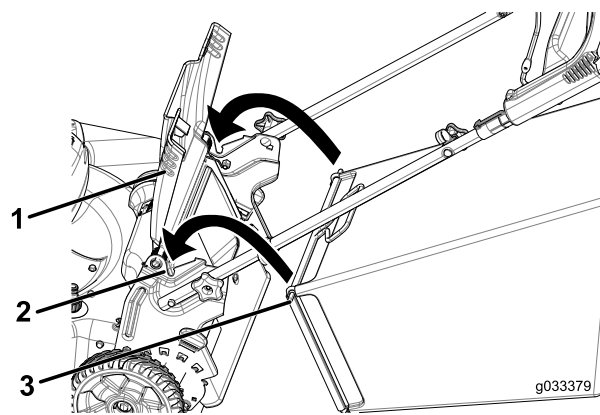

Рисунок 22
1. Поднимите и удерживайте задний отражатель (Рисунок 22).
2. Установите мешок для сбора скошенной травы и убедитесь в том, что стержни мешка вошли в пазы на рукоятке (Рисунок 22).